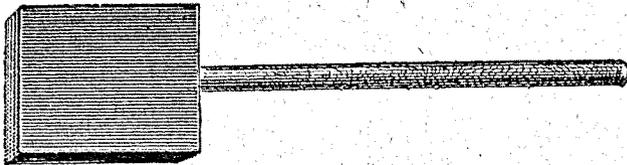
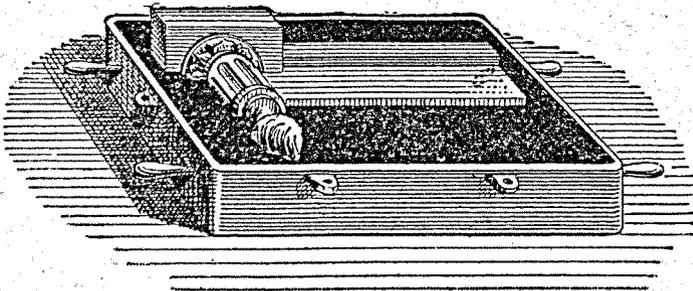

Fig. 61. — Batto.
Fig. 62 — Moulage d'un chenet. Modèle dans le châssis inférieur.
*foule* du sable, ou de la terre à mouler, se servant pour cela d'outils tenant le milieu entre le marteau et la bêche, et appelés *battes* (fig. 61). Quand le fond est recouvert d'une certaine épaisseur de ce sable, il y couche le modèle et, recommençant à fouler du sable, il l'enterre à moitié, l'autre moitié restant en saillie, en ayant bien soin de faire pénétrer le sable dans toutes les anfractuosités de l'objet, de façon à bien en épouser la forme (fig. 62). Cela fait, il saupoudre avec du sable ordinaire fin et bien sec toute la surface qui vient d'être foulée. Prenant ensuite un